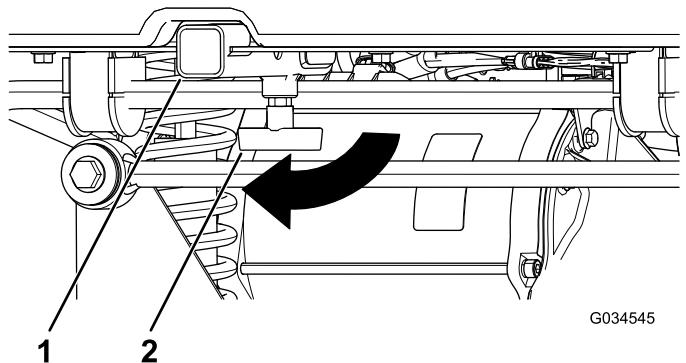

图 15
1. 顺时针旋转‘T’形手柄松开手柄图 15。
2. 将配件插入接收器直至配件到达接收器端部图 15。